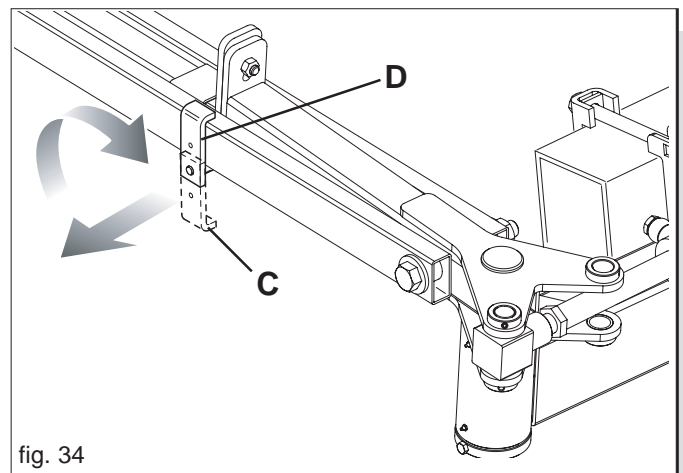

fig. 34
Durante il lavoro mantenere il fermo nella posizione (C, Fig. 34), necessario per permettere al braccio segnafile di seguire il movimento del terreno. Prima di richiudere l'attrezzatura in posizione di trasporto, bloccare il braccio segnafile ruotando il fermo nella posizione (D).